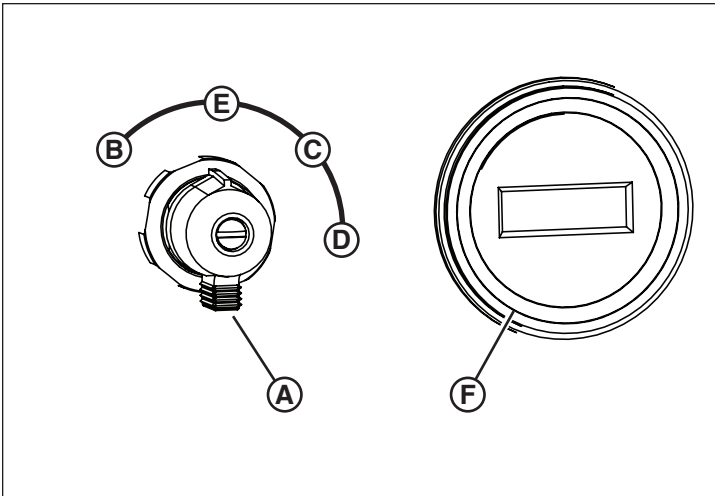

Figure 15
1. Mettre le contact (A, Figure 15) sur le tableau de commande à PRÉCHAUFFAGE (B) dans le sens antihoraire. Tenir pendant environ 20 secondes.
2. Mettre le contact dans le sens horaire en passant devant RUN (marche) (C, Figure 15) jusqu'à START (démarrer) (D).
REMARQUE : Le compteur (F, Figure 15) indique le total d'heures de fonctionnement du moteur.
1. Tourner le contact dans le sens antihoraire à la position OFF (A, Figure 15).